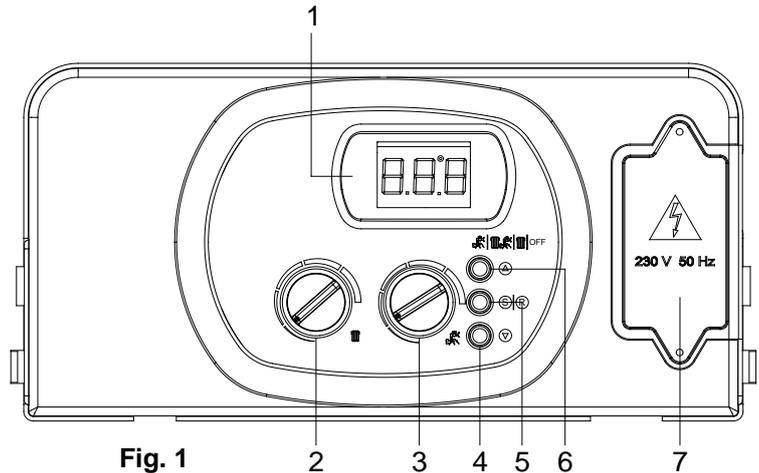

Fig. 1
- Premere il tasto ‘’ (fig. 1); la caldaia si accende automaticamente (con impostazione in modalità INVERNO e collegamento a termostato ambiente);
Per commutare la caldaia in funzionamento “ESTATE” agire sul pulsante **6** (fig. 1) in questo caso la caldaia lavora solo per la funzione sanitario. L'impostazione in modalità “ESTATE” della caldaia è rappresentato dall'accensione del simbolo  con segnale fisso sul display del pannello comandi.
Per commutare la caldaia in funzionamento “INVERNO” agire sul pulsante **6** (fig. 1) per selezionare solo la funzione riscaldamento. L'impostazione in modalità “INVERNO” della caldaia è rappresentato dall'accensione del simbolo  con segnale fisso sul display del pannello comandi.
Per commutare la caldaia in funzionamento ESTATE/INVERNO agire sul pulsante **6** (fig.1); in questo caso la caldaia lavora solo per le funzioni riscaldamento/acqua calda sanitaria. Il funzionamento ESTATE/INVERNO si riconosce dall'accensione contemporanea dei simboli   con segnale fisso sul display del pannello comandi.
La regolazione della temperatura si effettua per mezzo della manopola **2** (fig.1);
La regolazione della temperatura si effettua per mezzo della manopola **3** (fig.1);
In questo paragrafo sono elencati i possibili codici di errore che la caldaia può visualizzare nel display **1** (fig. 1) con le relative segnalazioni e le relative operazioni che l'utente può effettuare per lo sblocco della caldaia.